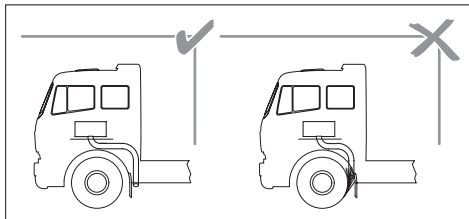

Fig. 19: Come evitare il bloccaggio
- ✓ L'uscita dei gas di scarico non deve essere bloccata. V. Fig. 19.